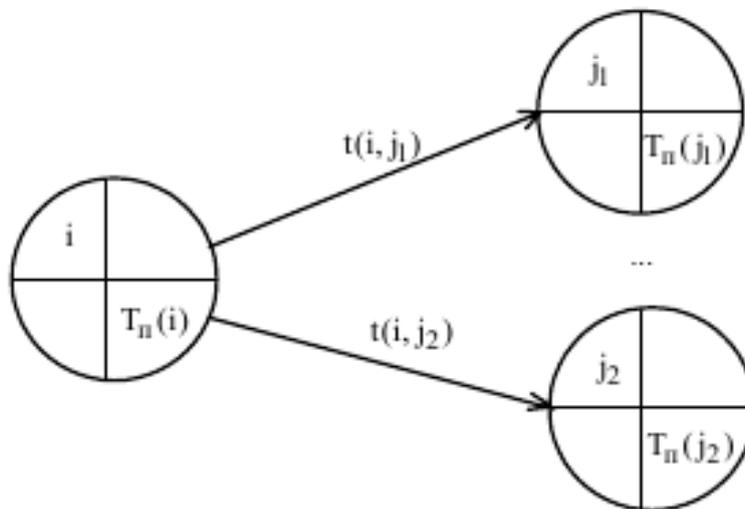

Рис. 10. Расчет поздних сроков наступления событий
2) для всех остальных событий  $i$ :  $T_n(i) = \min_{\forall(j,i)} [T_n(j) - t(i, j)]$ , где минимум берется по всем работам  $(i,j)$ , выходящим из события  $i$ ;  $t(i, j)$  – длительность работы  $(i,j)$  (рис. 10).